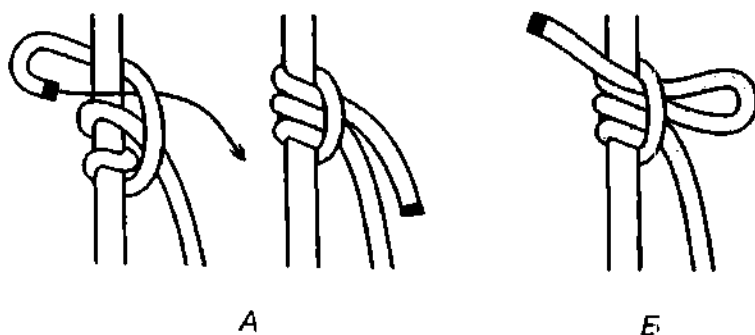

Рис. 675. А – *косой австрийский схватывающий узел*; Б – *быстро-развязывающийся косой австрийский схватывающий узел*.
*Косой австрийский схватывающий узел*, в отличие от *прусика*, вяжется не на петле, а на конце одинарной верёвки (рис. 675 А). Узел моментально затягивается, как только на коренном конце появляется тяга. После завязывания узла, оба конца можно связать вместе, чтобы получилась петля.
*Косой австрийский схватывающий узел* можно использовать для перемещения брёвен, труб и тому подобных предметов. Привязав этим узлом к основному тросу несколько верёвок, получается нечто подобное упряжи. В некоторых случаях может пригодиться *быстроразвязывающийся косой австрийский схватывающий узел* (рис. 675 Б).